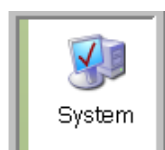

FIG. 192
2. Double-cliquez sur l'icône Système (FIG. 192).